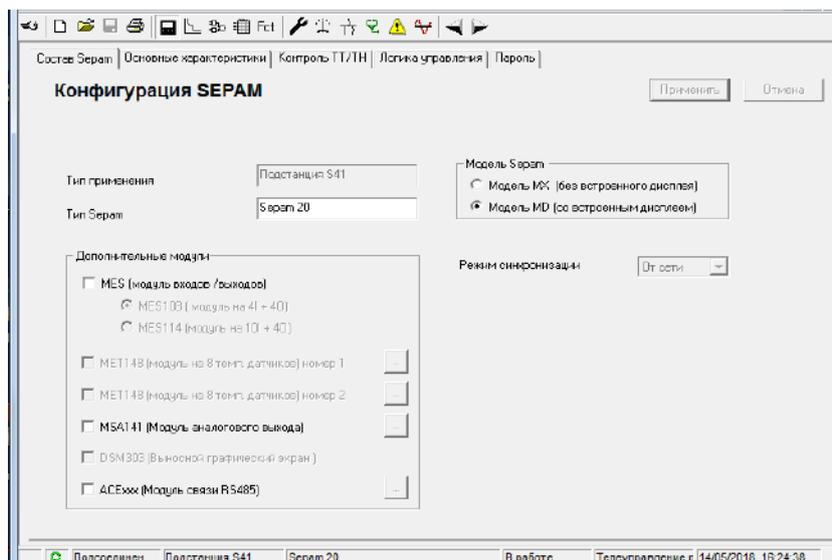

Рисунок 4.4 – Окно «Конфигурация SEPAM»
7. Открыть вкладку «Конфигурация Seram» (рис. 4.4). В данной работе используется расширительный модуль MES114, следует установить «галочку» напротив. Обозначить название блока, например, «Seram 40». Модель блока выбрать «MD» (со встроенным дисплеем). В текстовом поле «Тип Seram» указать тип – ЗОФ.